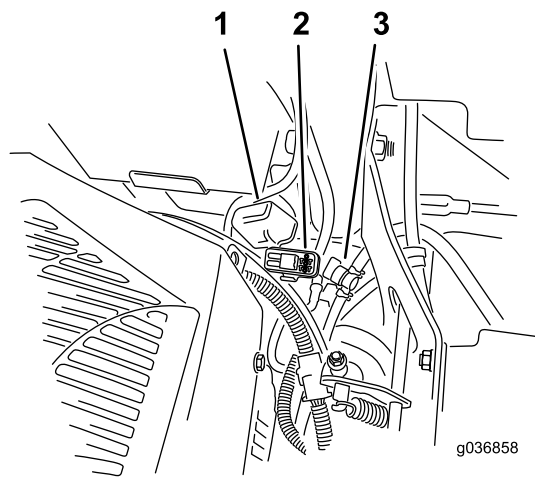

Figura 54
Nota: Para máquinas MyRide, certifique-se de que o cabo de ligação à terra não roça contra o braço do atrelado ou montagem do amortecedor inferior (Figura 54).
Os fusíveis encontram-se no lado direito da consola perto do banco (Figura 54).
2. Instale um novo fusível (Figura 54).